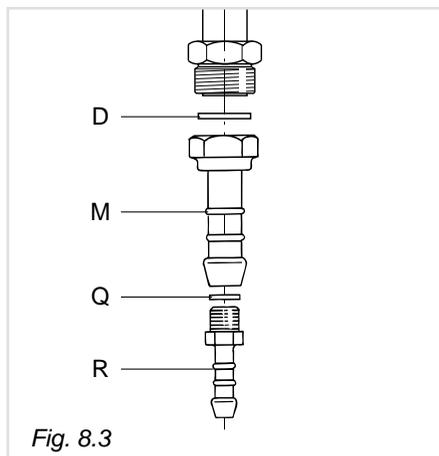
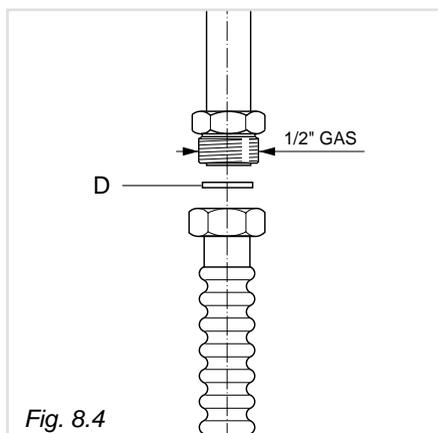

Fig. 8.3
Fig. 8.4
Il gruppo di raccordo (fig. 8.3) si compone di:
- Montare il raccordo portagomma "M" interponendo la guarnizione di tenuta "D" (fig. 8.3).
- Montare la riduzione "R" con interposta la guarnizione "Q" (fig. 8.3).
Per effettuare il collegamento gas è necessario togliere il portagomma "M" (fig. 8.3) ed avvitare direttamente sulla rampa il terminale del tubo metallico interponendo la guarnizione "D" (fig. 8.4).
Le guarnizioni D e Q (fig. 8.3 - 8.4) sono gli elementi che garantiscono la tenuta della connessione raccordo-rampa.